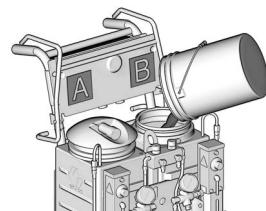

图 8 用树脂注满料桶 B
- 取下 B 桶的盖子，将树脂注入 B 桶（蓝色一侧）。参见图 8.